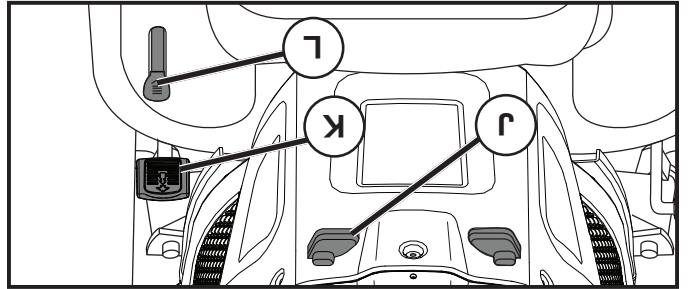

Fig. 8
COMMENT UTILISER LE RÉGULATEUR DE VITESSE (J) (Voir la Fig. 8)
POUR AVANCER ET POUR RECULER (Voir la Fig. 8)